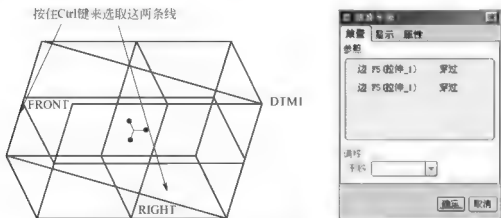
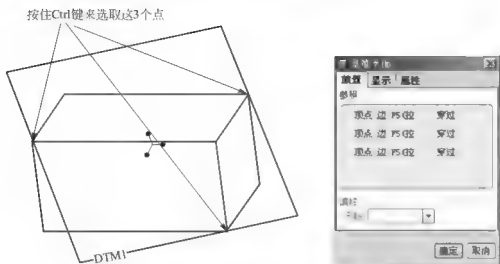

图 4.5 通过两条直线创建平面
图 4.6 通过三点创建平面
(1) 通过直线和点创建基准平面:在过滤器中选择几何,单击基准平面图标,选择直线、顶点、曲面或其他几何图素来创建平面,在选取多个几何对象时可以按住 Ctrl 键来选取,如图 4.5、图 4.6 所示。图 4.5、图 4.6 分别为通过两条直线和通过三点创建基准平面。